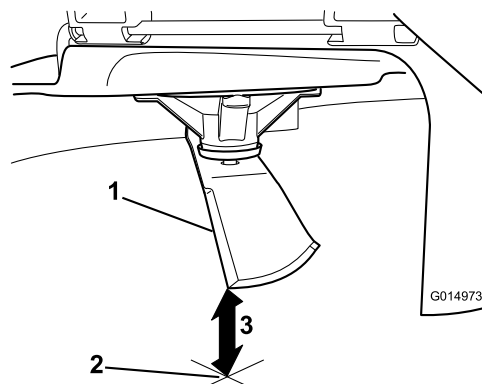

Figura 42
3. Mida desde la punta de la cuchilla hasta la superficie plana (Figura 42).